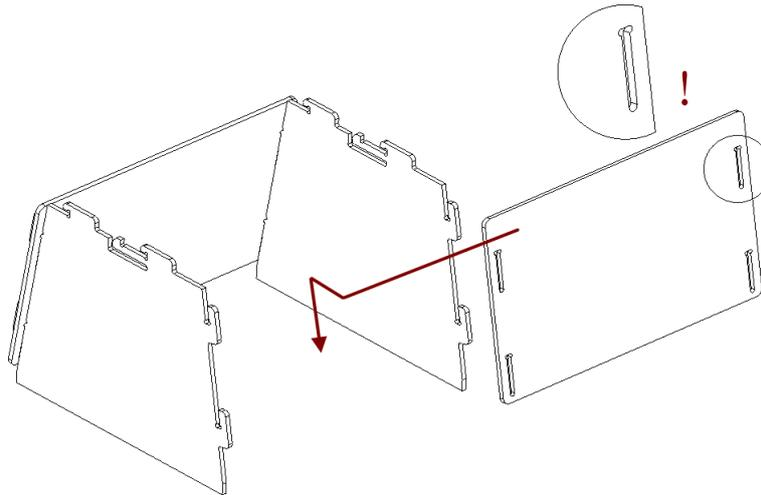

Abbildung 143: Die Rückwand zusammensetzen.
2. Die Rückwand auf dieselbe Weise einsetzen (siehe Abb. 143).